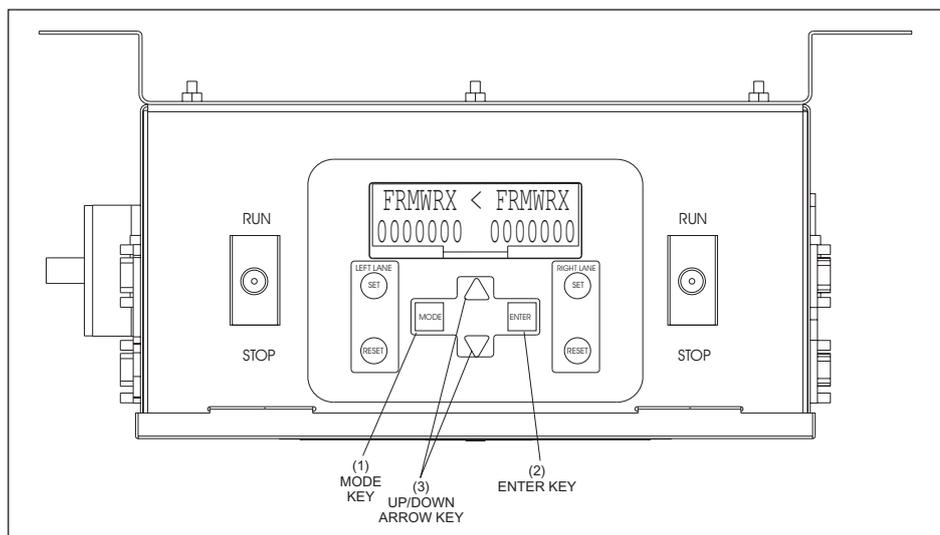

Figure 6-1. Haut du contrôleur Nexgen.
3. Pour déterminer la raison de l'arrêt détecté, regardez l'écran Diagnostique placé en haut du contrôleur Nexgen (*Figure 6-1*).